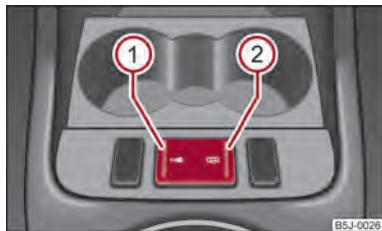

Abb. 13 Mittelkonsole: Zentralverriegelungstaste
- Drücken Sie die Taste **1** ⇒ Abb. 13. Das Symbol  in der Taste leuchtet auf.
- Drücken Sie die Taste **2** ⇒ Abb. 13. In der Taste erlischt das Symbol .